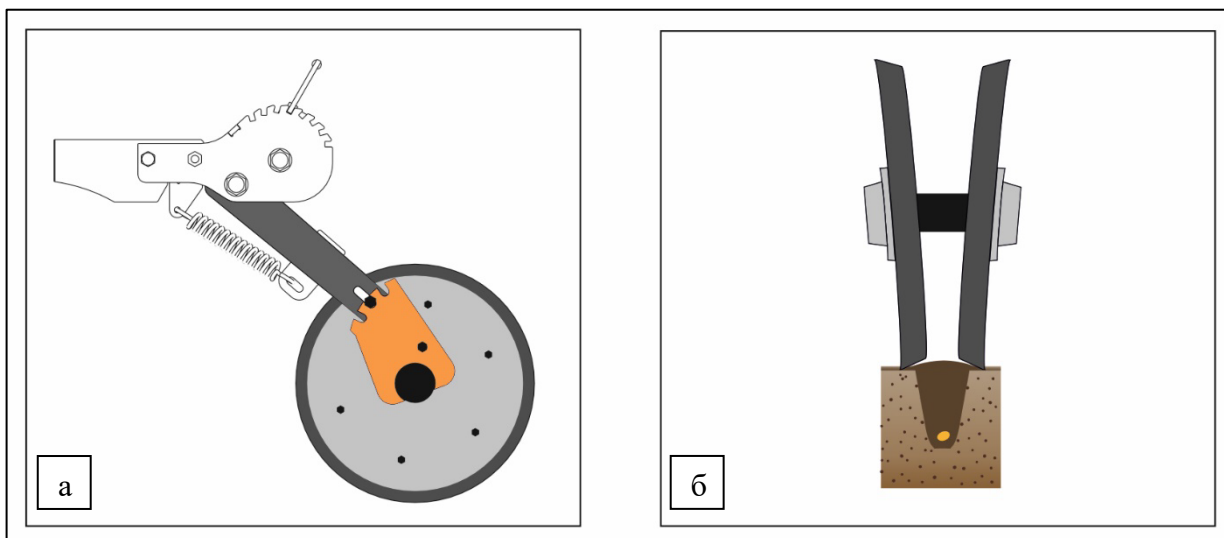

Рисунок 28 – Укрывающие колёса во втором положении (вид в разрезе):
Второе положение (рекомендуемое) – паз (2) кронштейна колёс. В таком положении укрывающие колёса укрывают борозду и прикатывают почву, рис. 28.